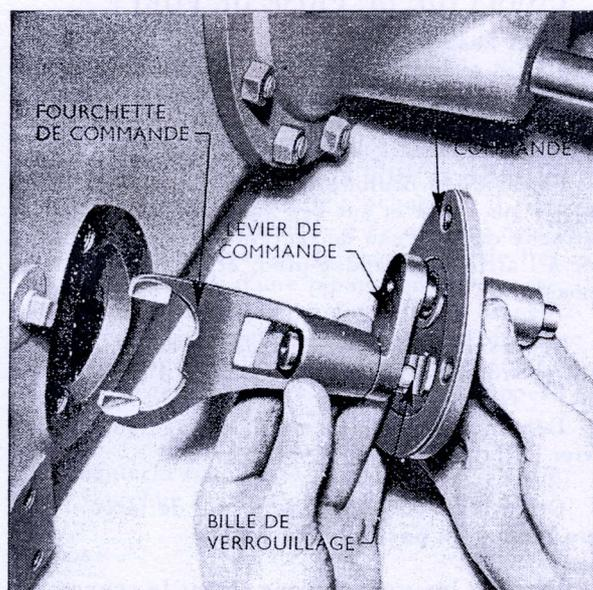

Fig. 30
1. Dégager la fourchette de commande de l'extrémité excentrée de l'arbre (fig. 30).